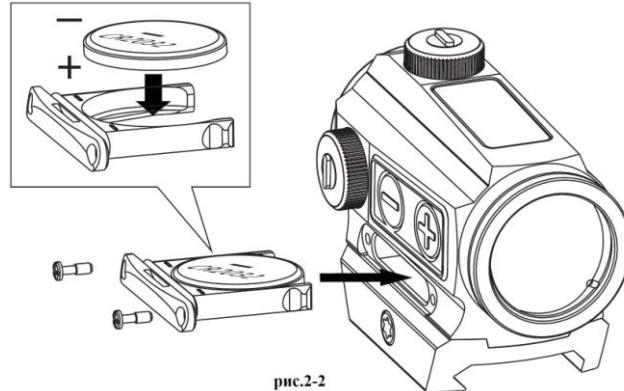

рис.2-2
- 2) Установка новой батарейки (см. Рис.2-2):